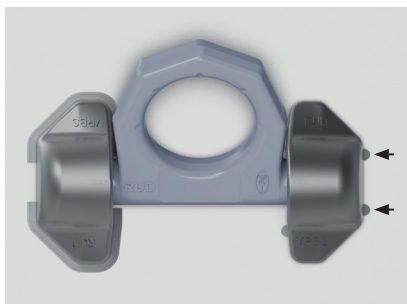

Fig. 3 : Fixation dans la zone des plots d'écartement
- Les plots d'écartement sur le plot à souder garantissent une distance suffisante pour la fente d'air nécessaire (env. 3 mm) au soudage à la racine. Ils ne peuvent pas être retirés (voir Fig. 3) !